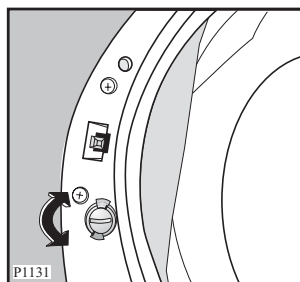

Fig. 1
- Controllare sempre il cesto prima di introdurvi la biancheria. Bambini piccoli o piccoli animali domestici potrebbero essersi infilati all'interno. Per evitare ciò, è possibile impedire la chiusura dell'oblò agendo sul bottone posto sul lato interno dell'oblò, ruotandolo verso destra, senza premerlo, in modo che la scanalatura si trovi in posizione orizzontale (vedi Fig.1). Se necessario, aiutarsi con una moneta.